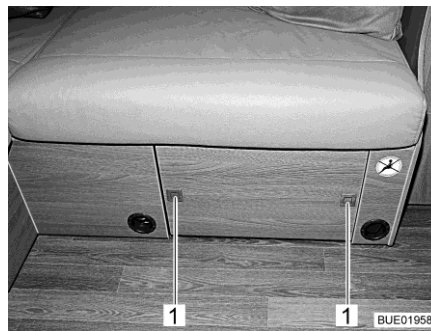

Fig. 135 Mesa de centro guardada
- Pulsar los botones de presión (Fig. 135,1) en el panel de la caja de asiento. Los botones de presión saltarán hacia fuera.
- Hundir los botones de presión (Fig. 135,1) hasta que engatillen.